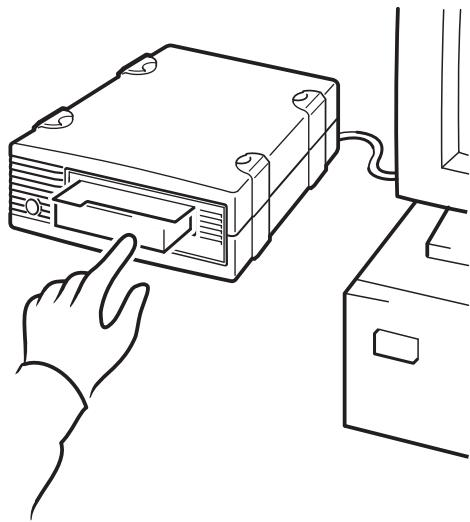

図 10a: HP OBDR の使用方法、
- 1 テープ・ドライブに最新のブート可能なカートリッジを挿入します (図 10a を参照)。カートリッジには、CD-ROM フォーマットでテープにデータを書込むバックアップ・アプリケーションを使用する必要があります。